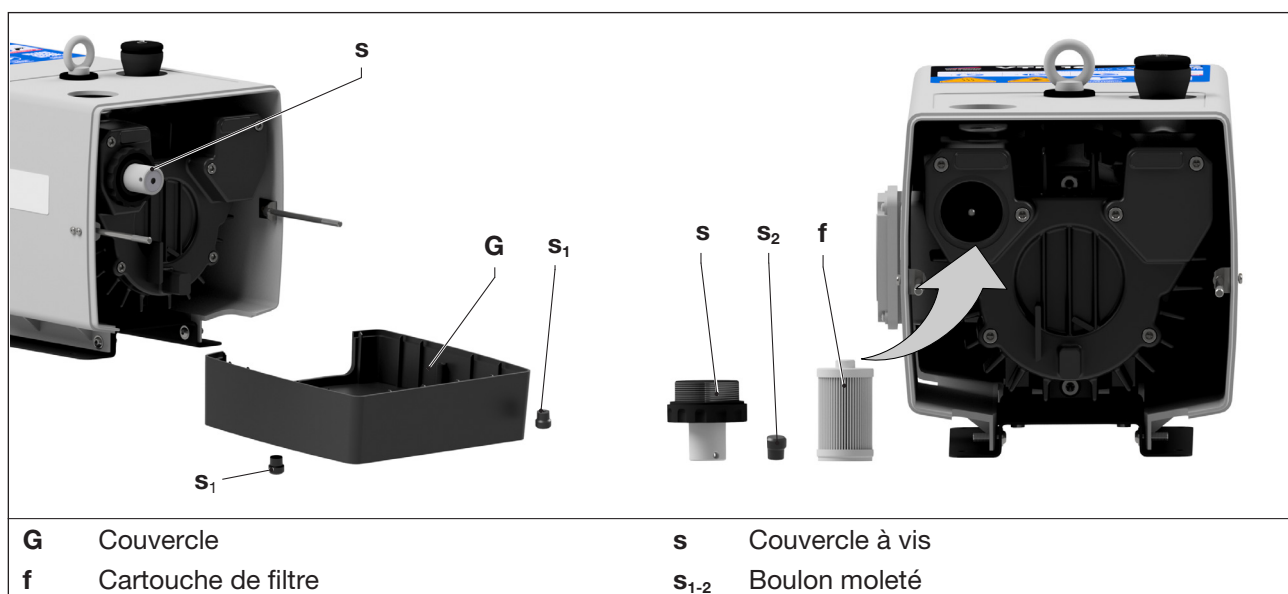

Fig. 4 Remplacement de filtre à air
Il faut nettoyer la cartouche de filtre (Fig. 4/f) en la soufflant tous les mois, ou plus souvent en fonction de l'encrassement, ou la remplacer. Malgré le nettoyage du filtre, son pouvoir séparateur se dégradera progressivement. C'est pourquoi il convient de remplacer le filtre tous les six mois.
- Retirez le couvercle (Fig. 4/G) après avoir desserré les boulons moletés (Fig. 4/s₁).
- Desserrez et retirez le couvercle à vis (Fig. 4/s) et le boulon moleté (Fig. 4/s₂) correspondant.
- Extrayez et nettoyez la cartouche de filtre (Fig. 4/f), ou remplacez-la.
- Placez la cartouche de filtre (Fig. 4/f) dans le raccord d'aspiration et fixez-la à l'aide du boulon moleté (Fig. 4/s₂) et du couvercle à vis (Fig. 4/s). Serrez le boulon moleté et le couvercle à vis à la main.
- Montez le couvercle (Fig. 4/G) avec les boulons moletés (Fig. 4/s₁). Serrez les boulons moletés à la main.
- j) Montez le couvercle (Fig. 4/G) avec les boulons moletés (Fig. 4/s₁). Serrez les boulons moletés à la main.